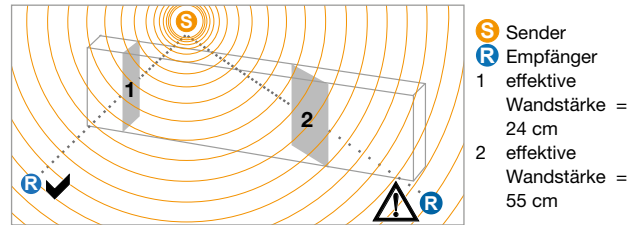

Bild 3: Effektive Wandstärke bei Funkausbreitung
- Verbindungslinie zwischen Funk-Sender und Funk-Empfänger so wählen, dass sie möglichst kurz durch Mauerwerk oder andere dämpfende Materialien verläuft (s. Bild 3). Insbesondere Mauerischen vermeiden, da sie die Ausbreitung von Funkwellen behindern.